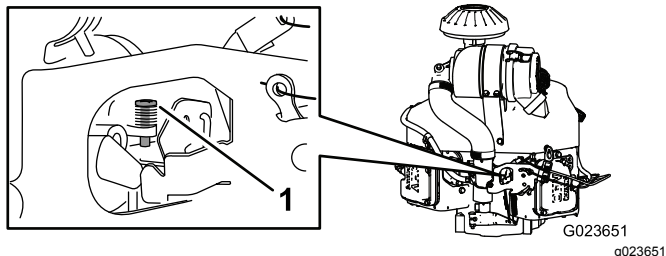

图67
4. 调节化油器上的限位螺丝 (图67)、使怠速速度达到 1350~1550rpm。